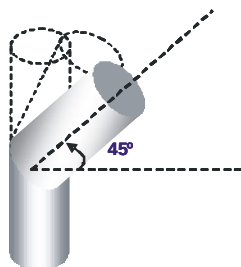

Fig. 2 – Inclinação **correcta** para as curvas
- * Nas condições nominais de operação, a tiragem dos gases de combustão deve originar uma depressão de 12 Pa um metro acima do gargalo da chaminé. Para conseguir uma boa instalação deverão ser aplicados, verticalmente, pelo menos 2 metros de tubo metálico de chaminé com o mesmo diâmetro da saída de fumos do recuperador. No seguimento desse troço é admissível a utilização de elementos de tubagem com a inclinação máxima de 45°; a Fig.2 e 3 mostram a forma correcta e incorrecta para a instalação de curvas, respectivamente.